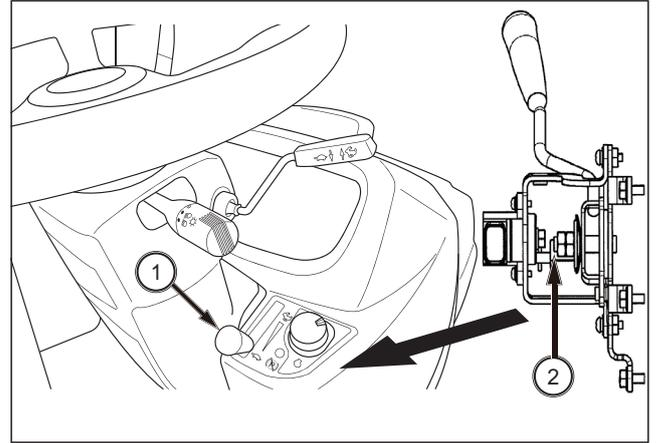

FIG. 170
FIG. 170: La palanca del acelerador manual (1) debe mantenerse en la posición seleccionada por el operador. Debido al uso, la fricción contra la palanca puede disminuir, lo que hace que la palanca se mueva de la posición seleccionada. Gire la tuerca de ajuste (2) según sea necesario para que la palanca del acelerador no se mueva de la posición seleccionada.